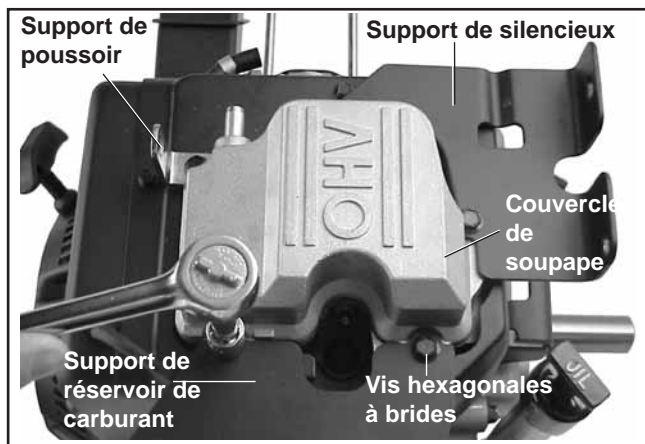

Figure 9-22. Dépose du couvercle de soupape.
1. Retirer les cinq vis hexagonales à bride du couvercle de soupape. Noter l'orientation d'ensemble de tous supports fixés (poussoir, réservoir de carburant, silencieux) et les entretoises lâches s'il y en a. Voir la figure 9-22.